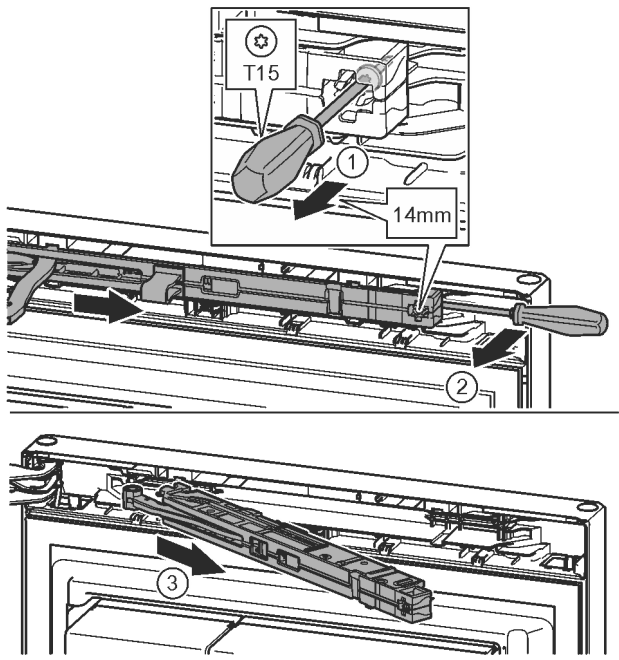

Fig. 15
- Schraube an Schließdämpfereinheit mit Schraubendreher T15 ca. 14 mm lösen. *Fig. 15 (1)*
- Mit einem Schraubendreher griffseitig hinter die Schließdämpfereinheit fahren und nach vorne drehen. *Fig. 15 (2)*
- Schließdämpfereinheit herausziehen. *Fig. 15 (3)*